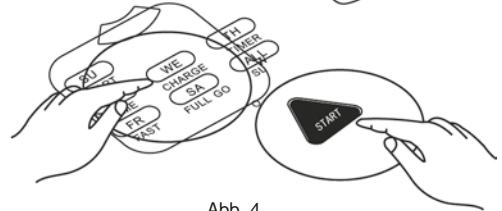

Abb. 4
5. Wenn das Gerät nach der Dockingstation sucht, wenn Sie die Taste START am Bedienfeld der Maschine oder die Taste und die Taste CHARGE auf der Fernbedienung drücken, stoppt das Gerät die Suche nach der Dockingstation. (Siehe Abbildung 4)